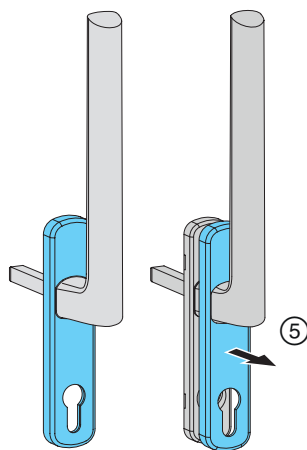

Abb. 32
- ⑤ Adeckkappe von Griffrosette lösen; **Abb. 32.**